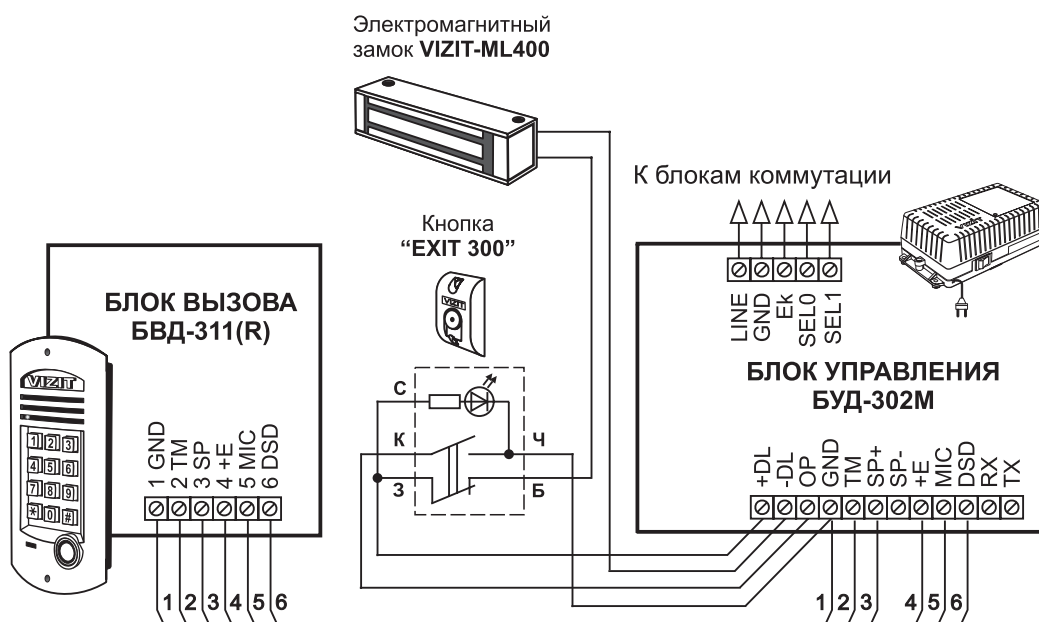

Рисунок 4 - Схема соединений блока управления **БУД-302М** с блоком вызова **БВД-311(Р)**, электромагнитным замком **VIZIT-ML400** и кнопкой "EXIT 300"
* Для устойчивой работы считывателя ключей блоков вызова суммарная ёмкость между цепью **ТМ** (при её наличии в блоке вызова) и остальными проводами в кабеле, соединяющем БВД и БУД, не должна превышать 1500 пФ (см. рисунок 4). При наличии повышенного уровня радиопомех целесообразно использовать витую пару.